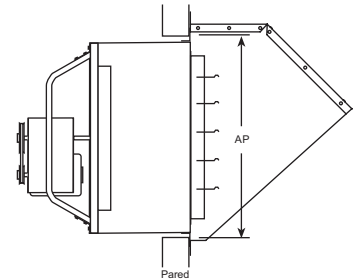

Figura 6 — Instalación de Collar de Pared
- La Figura 6 muestra la instalación del collar de pared.